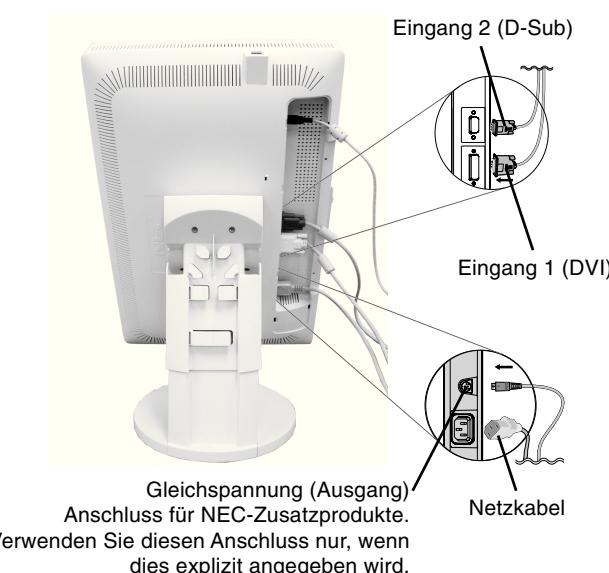
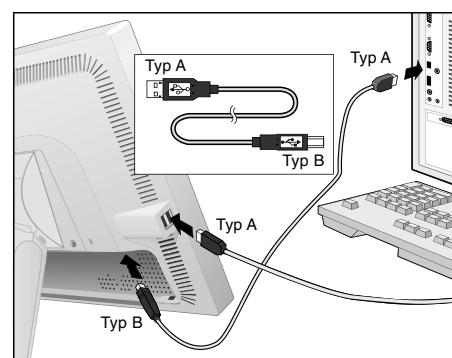

Abbildung C.4
Abbildung C.4a
6. Verbinden Sie alle Kabel mit den entsprechenden Anschlüsse (**Abbildung C.4**). Verbinden Sie den Anschluss des Typs B mit dem USB-Upstream-Port auf der hinteren rechten Seite des Monitors und den Anschluss des Typs A mit dem Downstream-Port am Computer (**Abbildung C.4a**). Wenn Sie das Kabel eines USB-Geräts verwenden können, müssen Sie es in einen der Downstream-Ports an der Seite des Monitors einstecken.